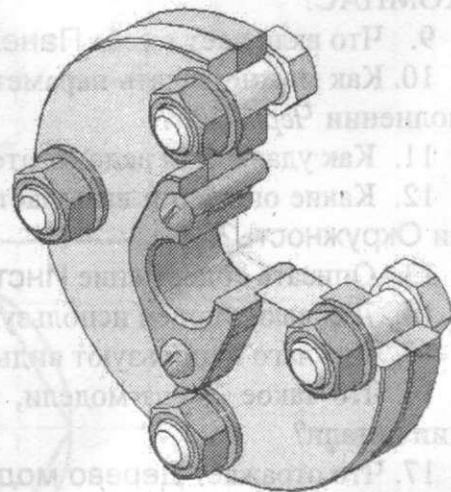

Рис. 76. Пример выполнения задания № 6
– для того, чтобы стандартные изделия не вырезались, выбрать ярлык Область применения → Вырезать все компоненты, кроме библиотечных (рис. 76).